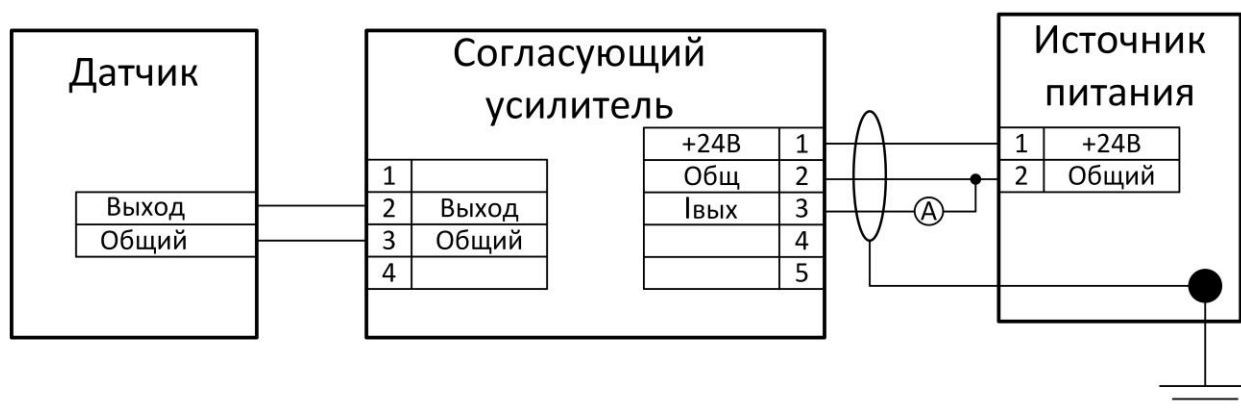

Рис.4
Подключить кабель датчика к согласующему усилителю. Для подключения используется разъем РС4ТВ. Подключить преобразователь к источнику питания и к контрольным приборам в соответствии со схемой приведенной на рис. 4.
Подключить кабель датчика к согласующему усилителю. Для подключения используется разъем РС4ТВ. Подключить к согласующему усилителю источник питания и приборы контроля в соответствии со схемой приведенной на рис.4.
- Подключить источник питания и контрольный прибор (регистрирующую аппаратуру) (см. рис. 4). Кабель от согласующего усилителя должен быть заключен в экран.